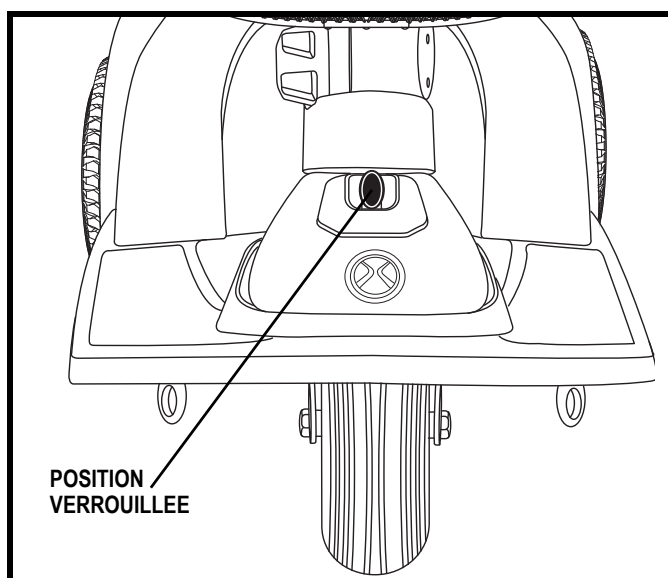

Figure 21. Guidon (verrouillé)
2. Verrouillez le guidon droit devant. Pesez sur le bouton de blocage et tournez-le 90° dans le sens des aiguilles d'une montre. **Voir la figure 21.** La roue avant doit être face à l'avant afin de pouvoir bloquer le guidon.